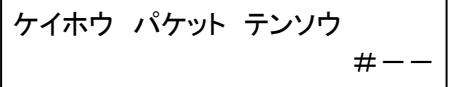

図 9-38 警報パケット転送画面
- ・受信した警報パケットを、下記に示す「警報パケット処理可能な機器」に転送する際の転送先ネットワークアドレスを設定します。図の「#--」の表示は転送先ネットワークアドレスが未設定（転送しない）の状態です。(図 9-38)